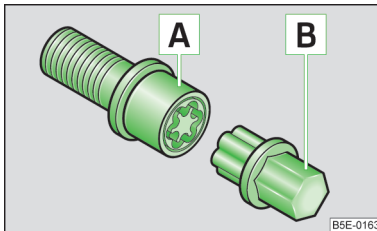

Abb. 151
- › Den Adapter **B** » **Abb. 151** mit seiner verzahnten Seite bis zum Anschlag so in die innere Verzahnung der Anti-Diebstahl-Radschraube **A** stecken, dass nur noch der äußere Sechskant herausragt.